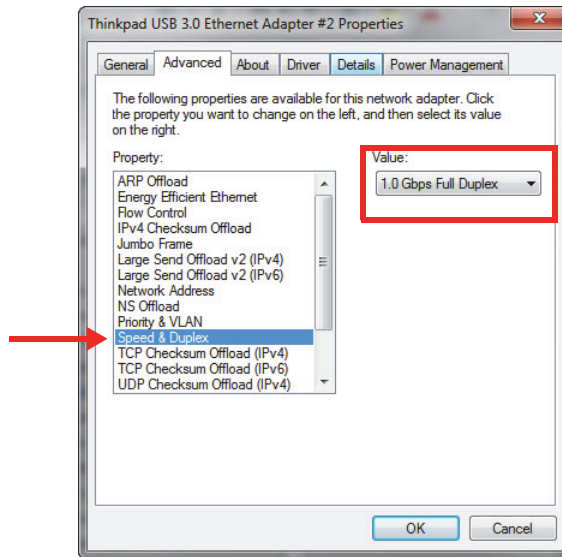

Рис. 1-9 Скорость и дуплекс
6. Во вкладке **Advanced** выберите **Speed & Duplex** (Скорость и дуплекс), затем **1.0 Gbps Full Duplex** [Полный дуплекс 1,0 Гбит/с] (Рис. 1-9 на стр. 33).